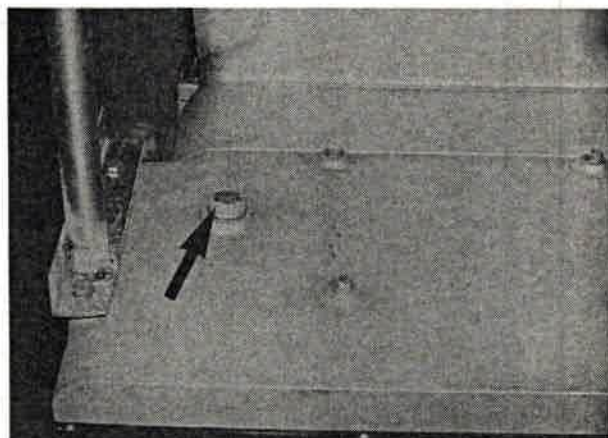

Bild 101
3. Zum Nachfüllen Einfüllschraube (Bild 101/ Pfeil) herausrauben und Öl bis Mitte Schauglas auffüllen (Schmierstoff siehe Abschnitt 1.2).